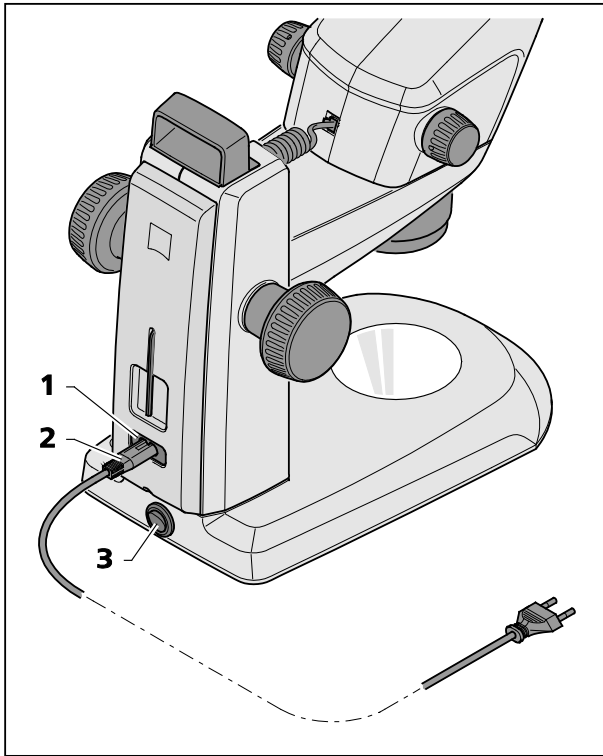

Fig. 17 Conectar el estereomicroscopio
- Enchufar el cable de red (Fig. 17/**2**) en la hembrilla de conexión a la red (Fig. 17/**1**) situada en el estativo.
- Conectar el cable de red (Fig. 17/**2**) a una caja de enchufe de red.
- Conectar resp. desconectar el estereomicroscopio con el interruptor de red (Fig. 17/**3**).